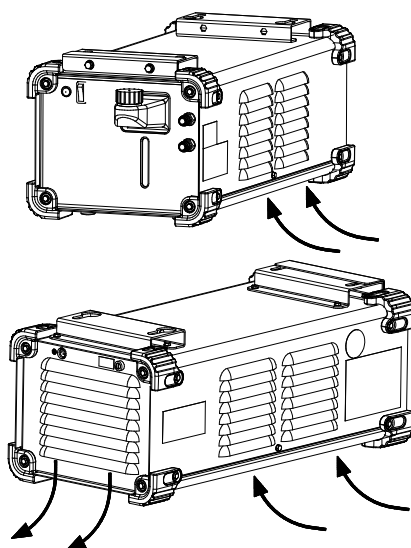

Figura 3.
9. Fante pentru circulația aerului: permit circulația corespunzătoare a aerului de răcire (Figura 3).